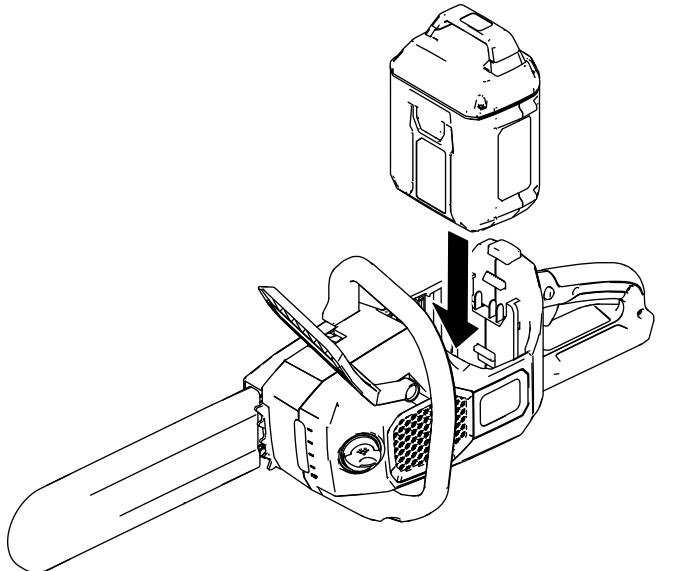

Figure 7
- Mettez la languette de la batterie en face du logement de batterie dans la tronçonneuse (Figure 7).